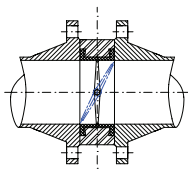

рис. 2
2. Перед началом монтажа убедитесь, что внутренний диаметр фланцев соответствует номинальному диаметру дискового затвора (рис.2). Затворы рекомендуем монтировать таким образом, чтобы шток затвора был в горизонтальном положении ( $\pm 30^\circ$ ) и открытие диска (подъем